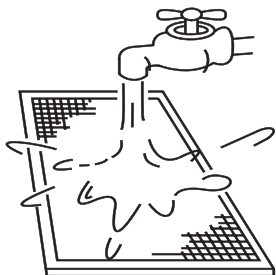

Рис. 7
5. При мойке фильтра водой он должен быть расположен поверхностью для входа воздуха вниз. (См. рис. 7).